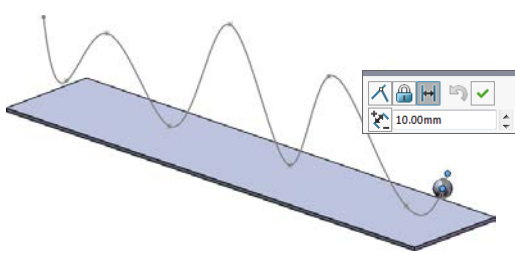

图 5-24 定义“距离”配合关系
STEP 2 添加配合，定义球中心点与样条曲线之间的距离为“10mm”，如图 5-24 所示。